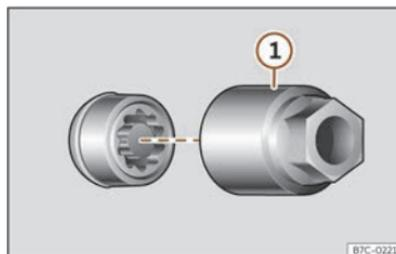

Fig. 214 Vite antifurto della ruota con cappuccio e adattatore.
- Inserire l'adattatore speciale >>> **fig. 214 1** (attrezzo di bordo >>> pag. 302) nella vite antifurto della ruota fino al fermo.